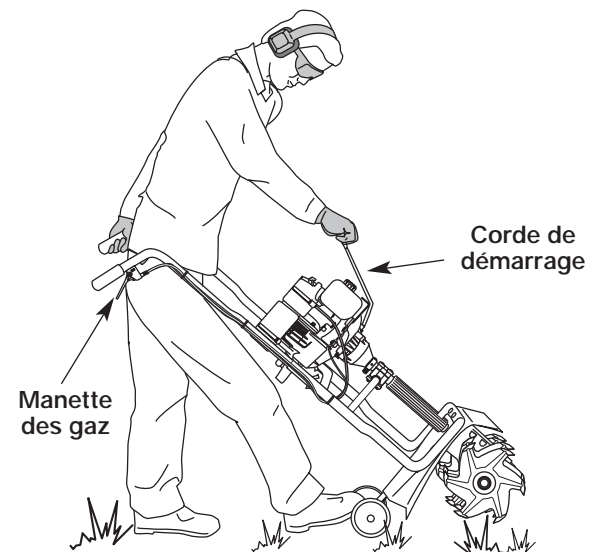

Fig. 8
**AVERTISSEMENT:** évitez tout démarrage accidentel. Tenez-vous en position de démarrage lorsque vous tirez sur la corde de démarrage (Fig. 8). L'opérateur et l'appareil doivent tous deux être en position stable pour éviter des blessures graves.
5. Tenez-vous entre les poignées et soutenez l'appareil en plaçant le pied droite sur le support de roue et en tenant le guidon de la main gauche (Fig. 8).
6. L'appareil étant prêt à démarrer, **n'appuyez pas sur la manette des gaz** (Fig. 8). Tirez sèchement sur le cordon de démarrage jusqu'à 10 fois.